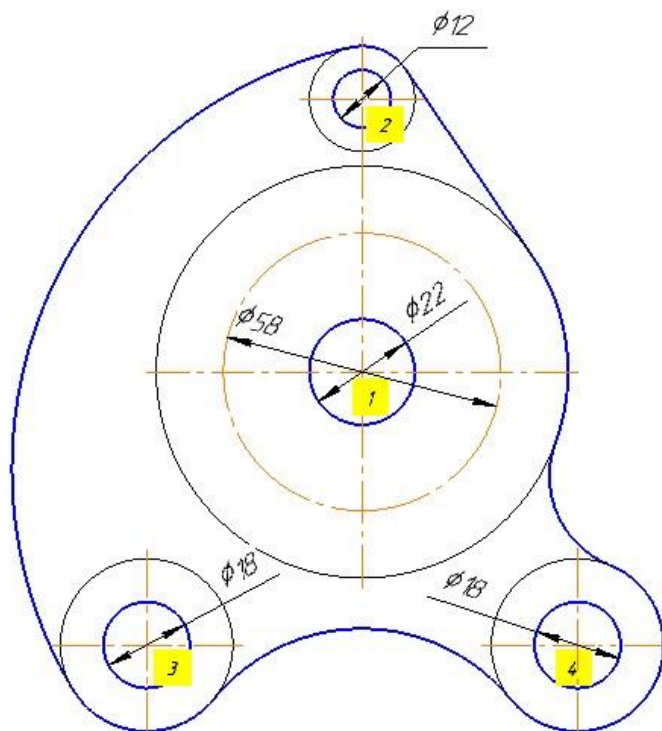

Рис. 3.1. Побудова отворів та центрових кіл
3.1.1. Побудуйте два кола з одного центру в точці 1. Для цього натисніть кнопку *Окружность*  (кнопка *С осями* повинна бути вимкнена) і задайте центр кола у точці 1 за допомогою прив'язки *Пересечение*. Натисніть кнопку *Запомнить состояние*  на панелі параметрів. Введіть з клавіатури діаметр першого кола - 22 мм, натисніть *<Enter>*. Введіть з клавіатури діаметр другого кола - 58 мм, змініть стиль лінії на *Осевая*, *<Enter>*, рис. 3.1.
3.1.2. Побудуйте коло діаметром 12 мм (кнопка *С осями* повинна бути вимкнена) за допомогою команди *Окружность* , вказавши центр у точці 2 за допомогою прив'язки *Пересечение*, рис. 3.1.
3.1.3. Побудуйте два однакових кола діаметром 18 мм з центрами в точках 3, 4, рис. 3.1.